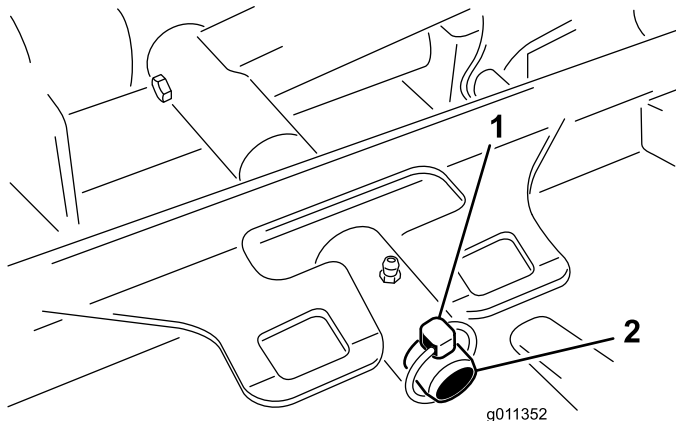

Figure 59
3. Retirez la goupille à anneau ou l'écrou de retenue (GM 4700 uniquement) qui fixe le bâti porteur du tablier de coupe à l'axe de pivot du bras de relevage (Figure 59).
3. Faites glisser le bâti porteur du tablier de coupe sur l'axe de pivot du bras de relevage. Fixez avec la goupille à anneau ou l'écrou de retenue (GM 4700 uniquement) (Figure 59).